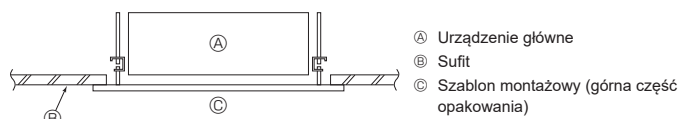

Fig. 3-8
3.7. Sprawdzanie położenia urządzenia głównego i dokręcanie śrub podwieszających (Fig. 3-8)